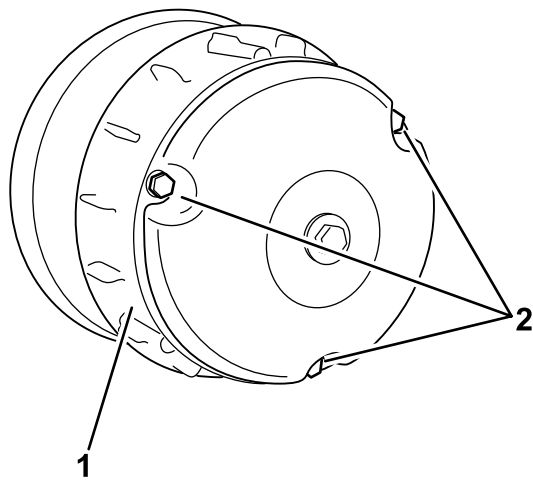

Figura 61
2. Retire los 3 pernos que sujetan la cubierta al embrague, y retire la cubierta (Figura 61).
4. Instale la tapa del embrague, fijándola con los 3 pernos (Figura 61) que retiró en 2.